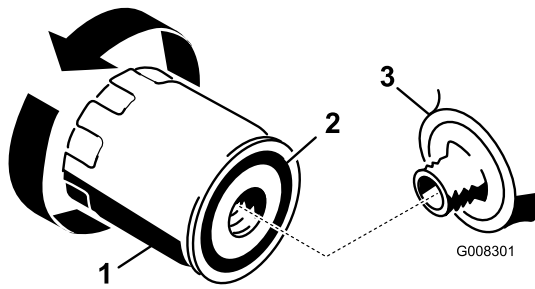

図 25
2. オイルフィルタを外し、フィルタのアダプタガスケットの表面をきれいに拭く 図 25。
3. 新しいフィルタのガスケットにきれいなオイルを薄く塗る 図 25。
5. その位置から、さらに1/23/4回転締め付ける 図 25。